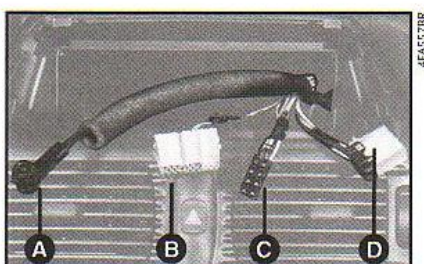

fig. 11
- conector para ligação da antena no teto, **fig. 11-A**;
- conector para ligação dos comandos do rádio no volante, **fig. 11-B** (disponível só para algumas versões);
- conector para ligação dos alto-falantes, **fig. 11-C**;
- conector para alimentação do rádio, **fig. 11-D**.